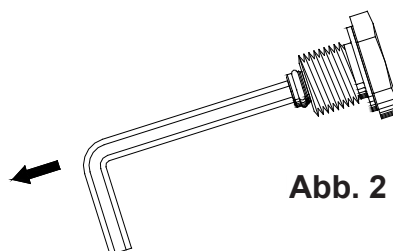

Abb. 2
- Im Inneren des Rücklaufstopfens befindet sich die Bypass-Schraube (Abb.2). Nehmen Sie sie mit einem 4 mm Innensechskantschlüssel heraus.